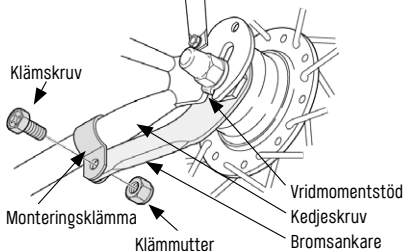

Fig. 3/21 Bromsankare, källa: Shimano
- Fotbromsar har ett bromsankare („Fig. 3/ Bromsankare, källa: Shimano“ på sida 21) som stöds av ramens kedjestag. För att det ska fungera korrekt måste det vara ordentligt monterad med hjälp av en fästklämma eller direkt på kedjestaget.